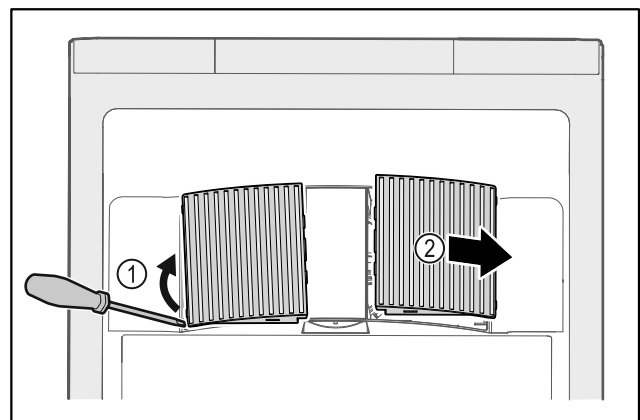

Fig. 34
- ▶ Внимателно повдигнете капаците на вентилаторите от страни Fig. 34 (1) и ги свалете напред Fig. 34 (2).